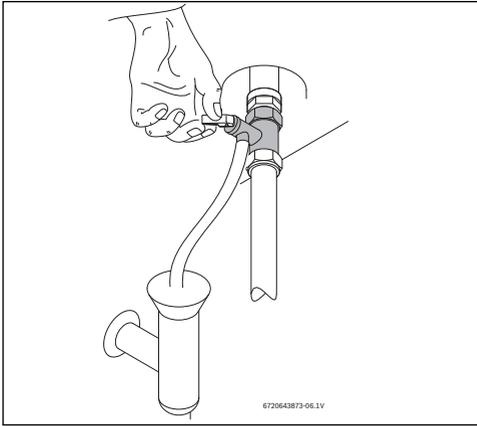

Fig. 12 Apertura manual de la válvula de seguridad
- ▶ Abra la válvula de seguridad (fig. 12).
- Abrir manualmente la válvula de seguridad al menos una vez al mes (fig. 12).